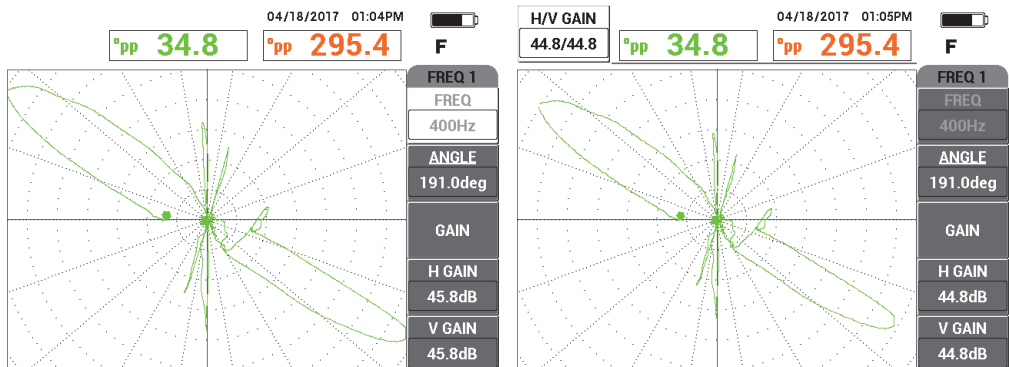

Abbildung 5-197 Signal des Hilfsrings beim Entschwinden (*links*) und mit regulierter Verstärkung (*rechts*)
8. Regulieren Sie das Signal des Hilfsrings, so dass es nicht von der Anzeige entschwindet (8 bis 9 Hauptskalenteile) [siehe Abbildung 5-197 auf Seite 285].